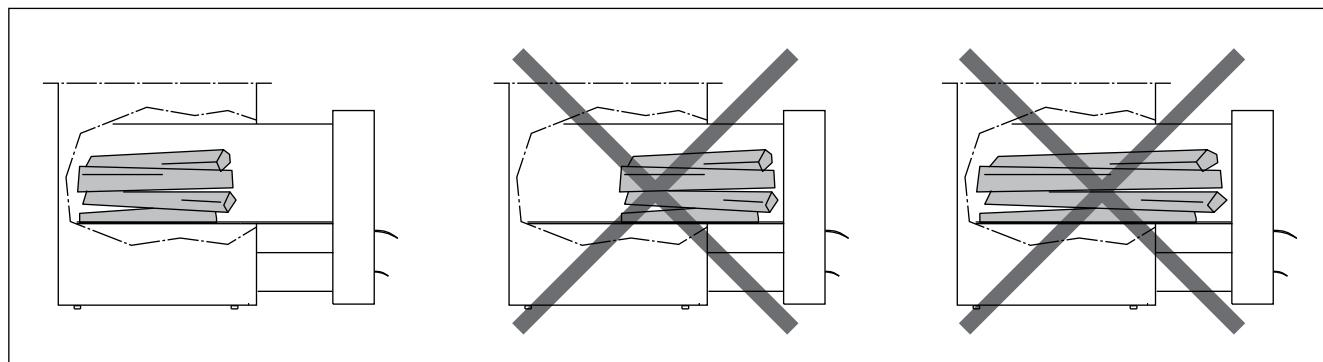

Рисунок 3.
2. Заложите дрова в топку так, чтобы между ними мог свободно циркулировать воздух, поступающий в топку. Самые крупные дрова положите вниз, а более мелкие - наверх. Используйте поленья диаметром 8-12 см. (Учитывайте объем закладки для розжига, таблица 2.) Кладите дрова на колосник в заднюю часть топки. Не допускайте горения дров в топочном тоннеле. Избегайте использования слишком длинных поленьев, которые помещаются в топке с трудом (рисунок 3).